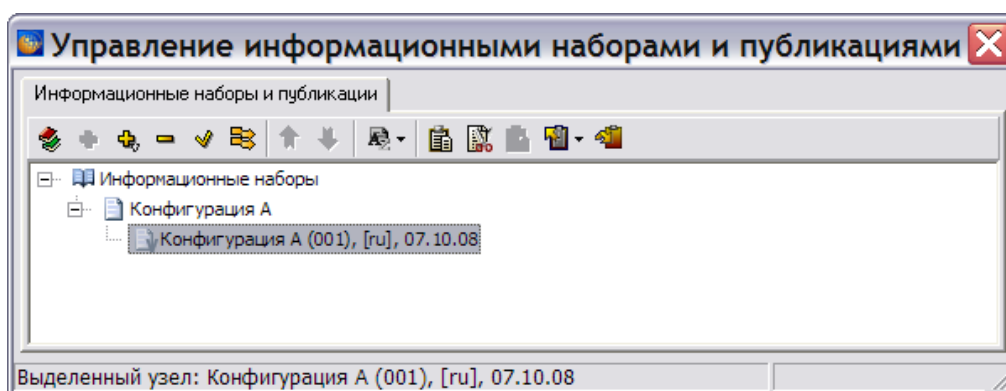

Рис. 24.8. Информационный набор
5. В окне управления информационными наборами и публикациями создайте информационные наборы, содержащие требуемые модули данных в рамках базовой конфигурации (Рис. 24.8).